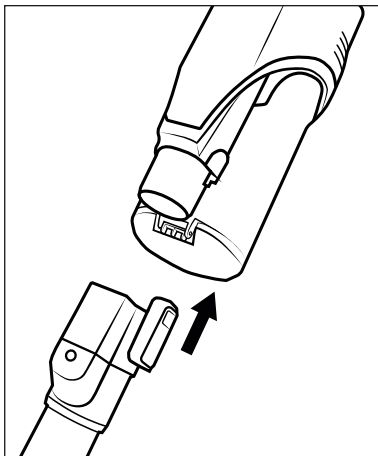

Fig. 1
- 1) Infilare il tubo di aspirazione  nell'apparecchio fino a quando non si innesta in posizione con un clic (vedere fig. 1).